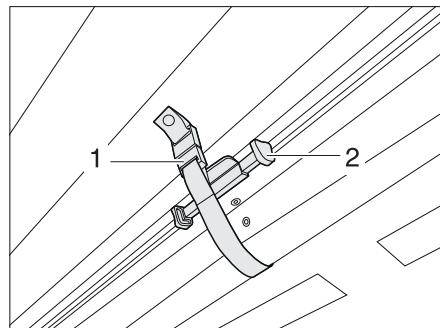

Fig. 14 Bloccaggio della tendina oscurante pieghevole del parabrezza
- Spingere in alto la tendina oscurante pieghevole del parabrezza afferrando l'impugnatura (Fig. 14,2) finché non si arresta. Bloccare con la chiusura a velcro (Fig. 14,1). La tendina oscurante pieghevole è ora bloccata.